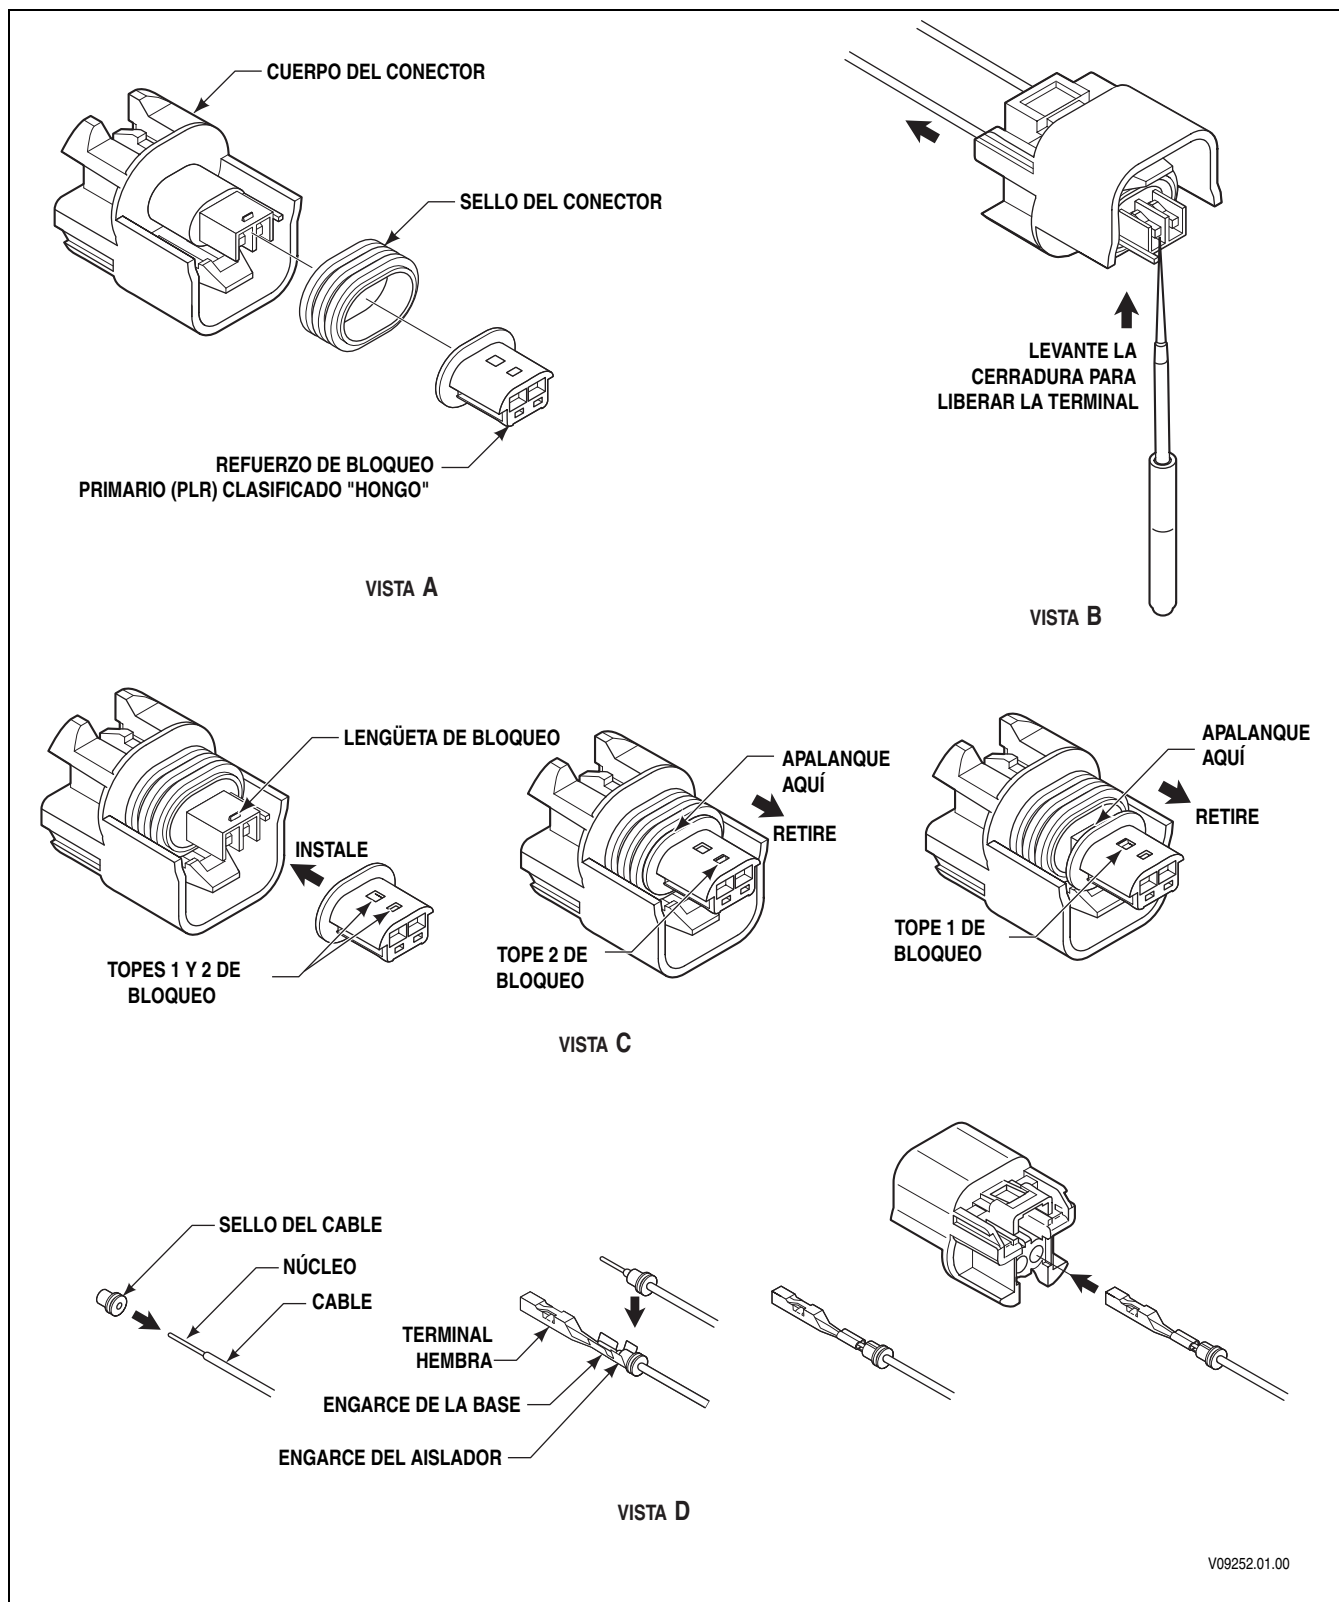

Figura E-5B. Conectores Delphi-Packard serie GT 150—Empuje para asentar (sensor de velocidad)
3. Inserte un destornillador pequeño entre el sello de interfase y el refuerzo de seguro primario (PLR) (consulte la Figura E-5B), luego levante con cuidado el PLR. Inserte el extremo de la herramienta de extracción J 38125-12A debajo de la lengüeta de fijación de terminal y levante para liberar la terminal. Jale el cable desde la parte posterior para desinstalar el cable y la terminal.